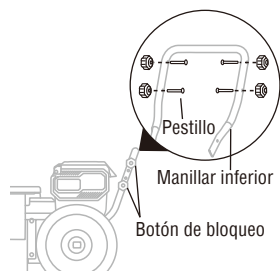

Fig. 2A
1. Afloje las cuatro perillas de bloqueo que se preensamblan en el asa inferior y retire las cuatro perillas de bloqueo y los pernos. (Fig.2A)